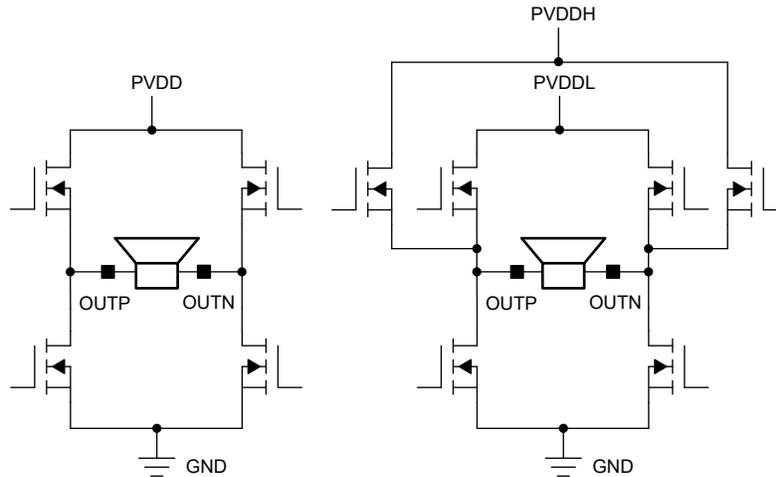

图 1. 传统 D 类放大器与简化的 Y 桥架构
传统的音频放大器架构依靠单个高压电源轨 (PVDD) 来实现输出级切换和放大，并依靠一个低压电源轨来实现 I/O 和 LDO。然而，在无音频信号的空闲期间，放大器会持续进行开关切换，从而导致电源效率不佳。由于开关仅发生在高压电源轨上，因此过大的电压余量会导致空闲效率降至 20% 以下。为了克服这一限制，德州仪器 (TI) 推出了 Y 桥电源架构。如图 1 所示，这种智能设计使放大器能够根据输出功率需求，在两个电源导轨之间无缝切换。通过实时优化电源电压，Y 桥架构可显著降低空闲功耗（降幅高达 90%），并在低输出电平下将效率提高 15% 至 20%，且完全不会影响音频性能。有关更多详细信息，另请参阅 TI 的应用手册：TAS278x D 类放大器中用于提高效率的 Y 桥。